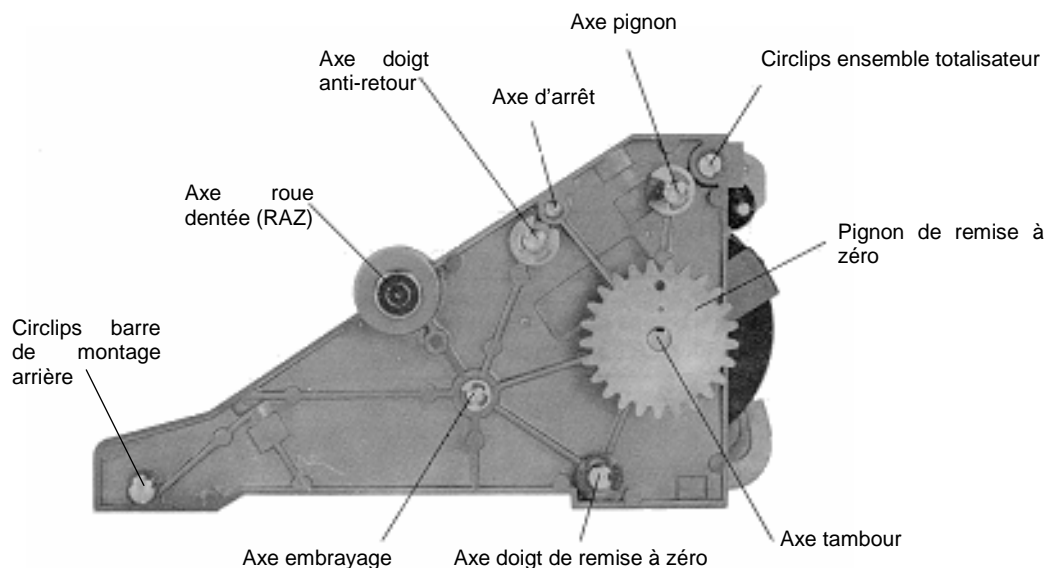

Figure 6. Plaque côté gauche
a. Enlever le circlips et les rondelles fixant l'ensemble axe d'embrayage sur la plaque côté gauche. Voir figure 6.
a. Enlever le circlips et la rondelle fixant l'ensemble de remise à zéro sur la plaque côté gauche. Voir Figure 6.
a. Enlever le circlips et les rondelles fixant l'axe de l'ensemble doigt anti-retour sur la plaque coté gauche. Voir figure 6.
a. Enlever le circlips fixant l'axe du pignon sur la plaque côté gauche. Voir figure 6.
b. Monter l'axe dans le bon trou dans la plaque côté gauche. Voir figure 6.
b. Monter l'ensemble doigt anti-retour dans le bon trou dans la plaque coté gauche (voir figure 6).
b. Insérer l'axe d'arrêt dans le bon trou dans la plaque coté gauche. Voir figure 6.
b. Monter l'axe dans la plaque coté gauche et fixer avec un circlips et des rondelles. Voir figure 6.
a. Monter l'axe dans le bon trou dans la plaque coté gauche. Ajouter les rondelles et fixer avec un circlips. Voir figure 6.